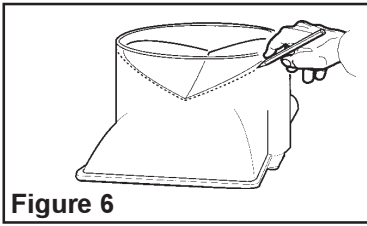

Figure 6
7. Installer le raccord sur la partie la plus haute de la hotte (si précédemment retiré pour le transport). Enclencher la soupape dans le raccord, appliquer le ruban en caoutchouc mousse puis exercer une forte pression sur les deux côtés. À l'extérieur du raccord marquer le point 'V' de la soupape qui se trouve à son intérieur (Figure 6).